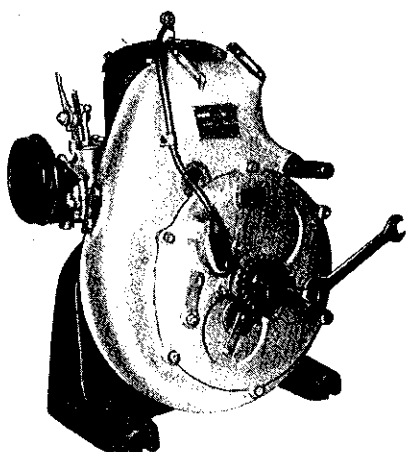

Bild 32. Starterritzel abziehen
3. Starterritzel abziehen (Bild 32).